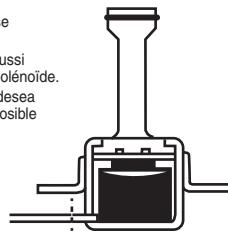

Fig. 2
- How to use Posi-Lock electrical connector. Each wire that is cut from the old solenoid must be stripped back approximately 3/4" and the braided wire twisted to form a tight strand of wire, Figure 2. Insert the bare wire directly into the hole in the Posi-Lock connection until it bottoms. Merely hand tighten the connector in a clockwise motion. The wire is now locked in position.
- Utilisation du raccord électrique Posi-Lock. Dénuder chaque fil coupé du vieux solénoïde sur environ 2 cm (3/4 po), et torsader le bout de fil dénudé pour former un seul brin serré (figure 2). Insérer le fil nu directement dans l'orifice du raccord Posi-Lock, jusqu'au fond. Serrer légèrement le raccord à la main en sens horaire. Le fil est maintenant fixé solidement en place.